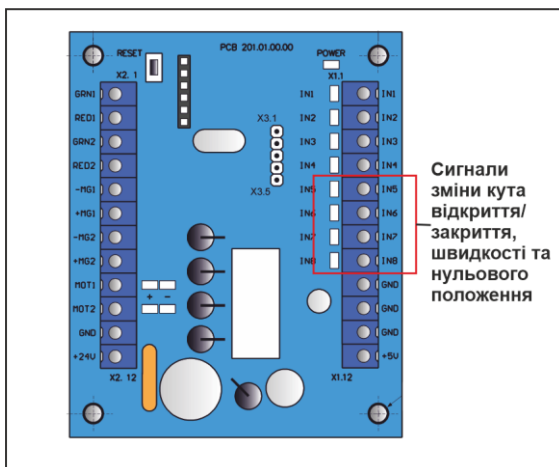

Рис. 14 – Сигнали зміни кута повороту на контролері PCB 201
5. Перевірити наявність сигналів зміни кута повороту, швидкості та нульового положення (Рис.14) на контролері РСВ 201 – клеми: IN5, IN6, IN7, IN8. При повороті стулки: